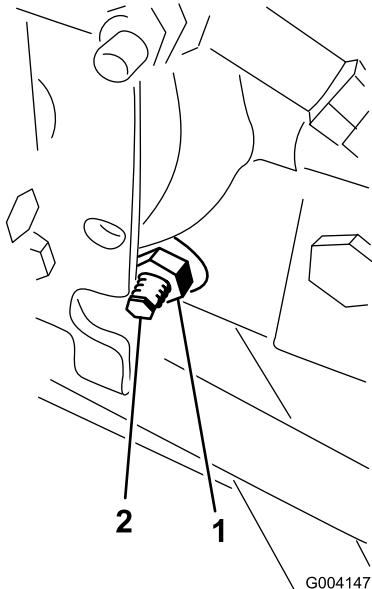

Рисунок 90
- С правой стороны гидростата ослабьте контргайку кулочка регулировки тяги (Рисунок 90).